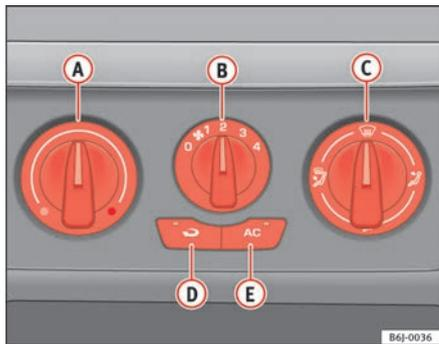

Fig. 86 Sulla plancia portastrumenti: i comandi del riscaldamento
- Ruotare verso sinistra la manopola di regolazione della temperatura ⇒ fig. 86 **A**.
- Ruotare verso destra la manopola di regolazione della temperatura ⇒ fig. 86 **A** portandola sul livello desiderato.
- Ruotare verso destra la manopola di regolazione della temperatura ⇒ fig. 86 **A** portandola sul livello di riscaldamento massimo.
- Chiudere la bocchetta ③.
- Aprire e orientare la bocchetta ④ verso i finestrini laterali
- Girare la manopola della temperatura ⇒ pag. 127, fig. 86 ① portandola nel settore del riscaldamento.
- Ruotare la manopola di regolazione della ventola ② posizionandola sul livello 2 o 3.
- Chiudere le bocchette ③.
- Aprire e orientare le bocchette ④ verso i finestrini laterali.